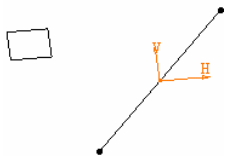

图 2-12
⑥ 使用中点 (Middle Point) 模式时, 草图原点是用户所选择的直线或曲线的中点投影到草图平面生成的, 如图 2-12 所示。